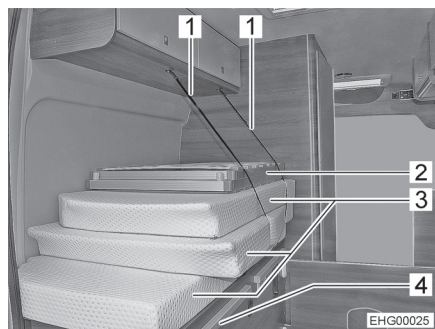
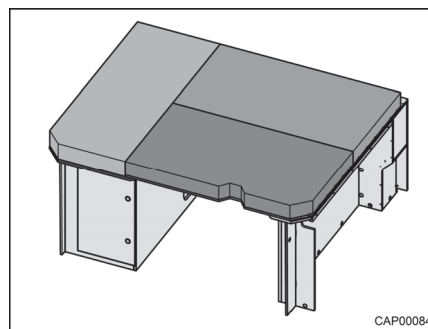

Fig. 30 Letto in coda (posizione di trasporto)
Fig. 31 Letto in coda (preparato come zona notte)
- Allentare le cinture di ritegno (Fig. 30,1).
- Aprire la rete del letto (Fig. 30,2) e posarla sopra il corridoio centrale sui listelli (Fig. 30,4).
- Distribuire i cuscini (Fig. 30,3), come illustrato nella Fig. 31, sulla superficie utile.
- Impilare i cuscini e la rete del letto, come illustrato nella Fig. 30, sull'armadio in basso a sinistra.
- Fissare i cuscini e la rete del letto con cinture di ritegno (Fig. 30,1).